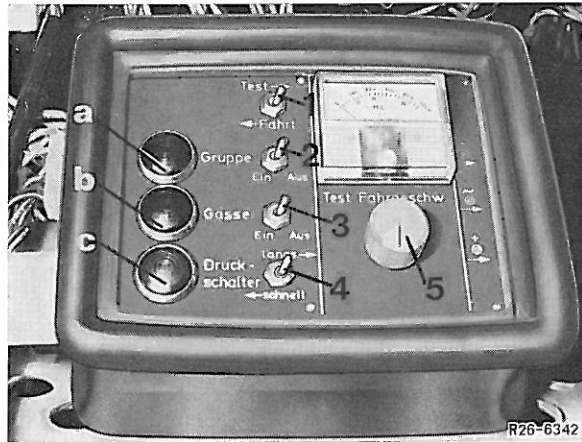

Bild 14
1 Kippschalter (1) am Prüfgerät auf „Fahrt“ schalten und Kippschalter für „Gruppe“ (2) sowie „Gasse“ (3) ausschalten (Bild 14).
3 Fahren im 3. Gang bis 2000 ± 100 U/min Motordrehzahl, hierbei muß die Kontrolllampe „Gasse“ (b) aufleuchten (Gassensperre zum 1. und 2. Gang wirksam). Der Zeiger im Anzeigeeinstrument muß ca. 250 Hz anzeigen (1. Markierung) (Bild 14).
4 Weiterschalten in den 4. Gang, Kippschalter am Getriebechalthebel auf Bereich „schnell“ vorwählen (oben gedrückt). Kontrolllampe „Druckschalter“ (c) leuchtet auf und Kontrolllampe „Gasse“ (b) erlischt (Bild 14).
5 Weiterschalten in den 5. Gang und bei 2000 ± 100 U/min Motordrehzahl muß die Kontrolllampe „Gruppe“ (a) aufleuchten. Der Zeiger im Anzeigeeinstrument muß ca. 450 Hz anzeigen (2. Markierung) (Bild 14).
6 Weiterschalten in den 7. Gang und bei 2000 ± 100 U/min Motordrehzahl muß die Kontrolllampe „Gasse“ (b) aufleuchten. Der Zeiger im Anzeigeeinstrument muß ca. 835 Hz anzeigen (3. Markierung) (Bild 14).